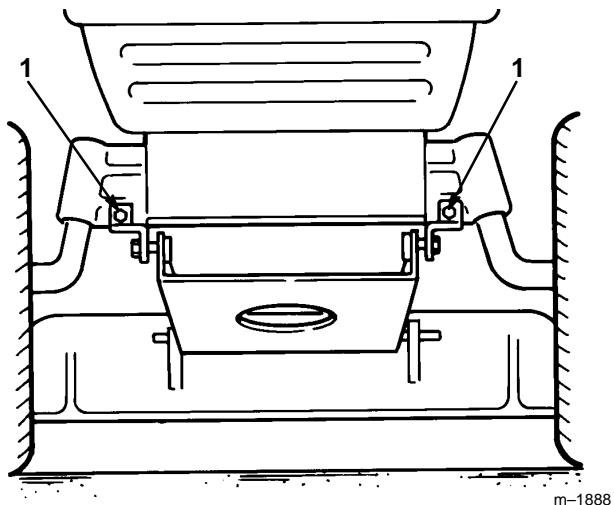

Figure 38
7. Retirer les boulons et les contre-écrous, et détacher de l'essieu avant les deux supports du pivot de la tondeuse, en exerçant une traction vers le bas (Fig. 38).